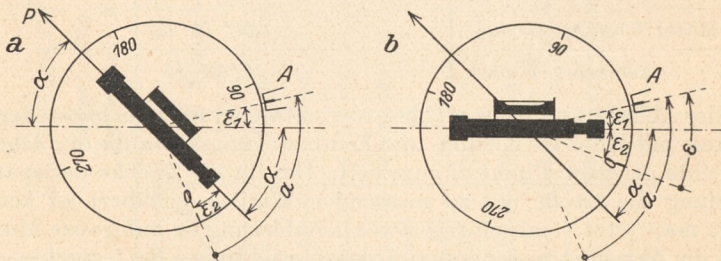

Abb. 48. Vertikalwinkelmessung in einer Fernrohrlage.
a) Die Winkelmessung in einer Fernrohrlage erfordert eine Fernrohrlibelle (Abb. 42c) — am besten in Form einer Doppellibelle —, deren Achsen parallel zur Zielachse des Fernrohres liegen müssen. Bei der Messung (Abb. 48) zielt man bei vertikal gestellter Umdrehungsachse